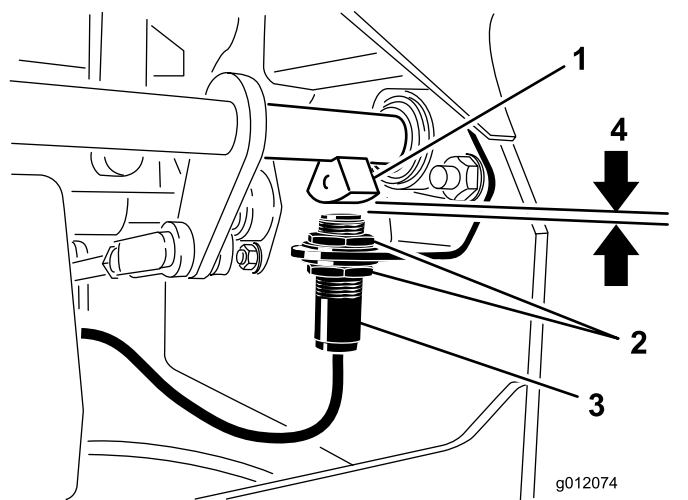

Figure 77
4. Montez ou descendez le contacteur sur le support jusqu'à ce que le capteur d'arbre de frein et le plongeur du contacteur soient distants de 3,9 mm (5/32 po), comme montré à la (Figure 77).